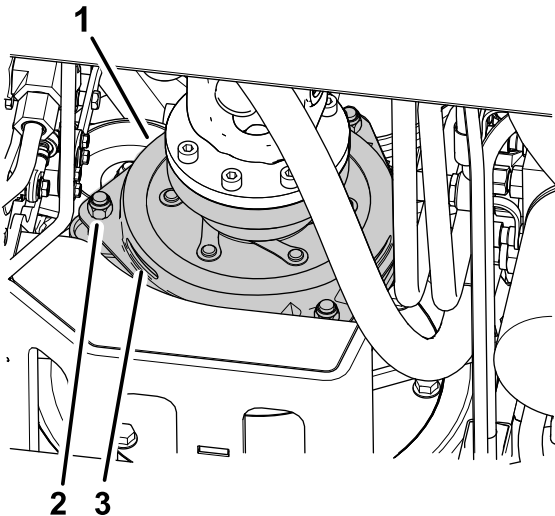

Bild 80
3. Stellen Sie den Abstand so ein, dass eine 0,3 mm Fühlerlehre mit leichtem Druck zwischen die Kupplungsauskleidung und die Bremsscheibe passt (**Bild 80**).
Hinweis: Drehen Sie die Einstellmutter nach rechts, um den Abstand zu verringern (**Bild 80**). Der maximale Betriebsabstand beträgt 0,6 mm. Stellen Sie alle drei Luftspalte auf 0,4 mm ein.